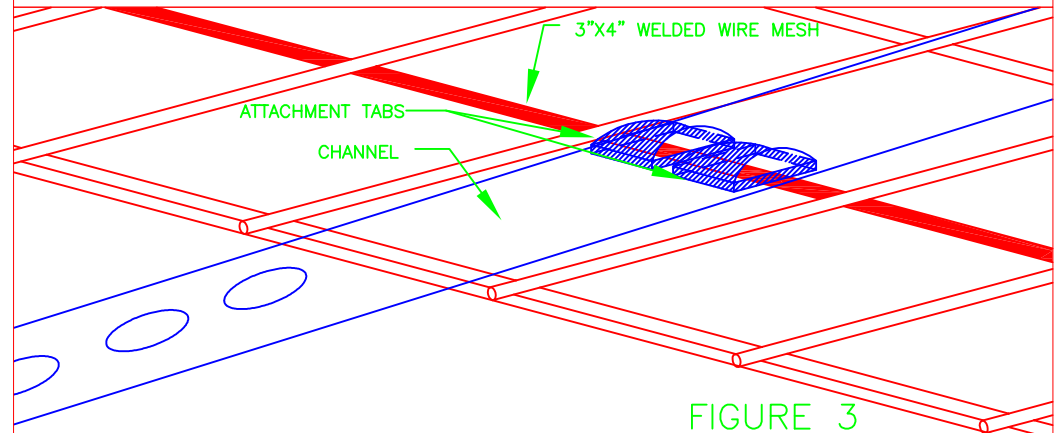

FIGURE 3
4. BEND THE ATTACHMENT TABS ON THE CHANNEL DOWN TO SECURE THE SKYLIGHT SCREEN IN PLACE OVER THE OPENING (FIGURE 3).